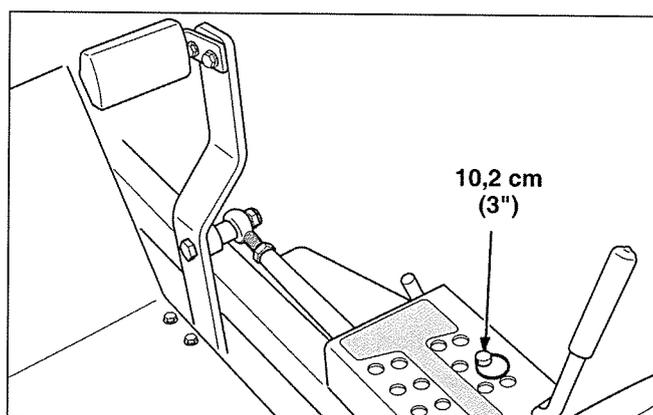

Figure 50. Position de goupille et de pédale de levage de plateau de coupe
5. Consulter la figure 50. Bloquer la pédale de levage en position de 12,7 cm (5"). Retirer la goupille de réglage de hauteur de coupe et abaisser le plateau de coupe de la tondeuse.